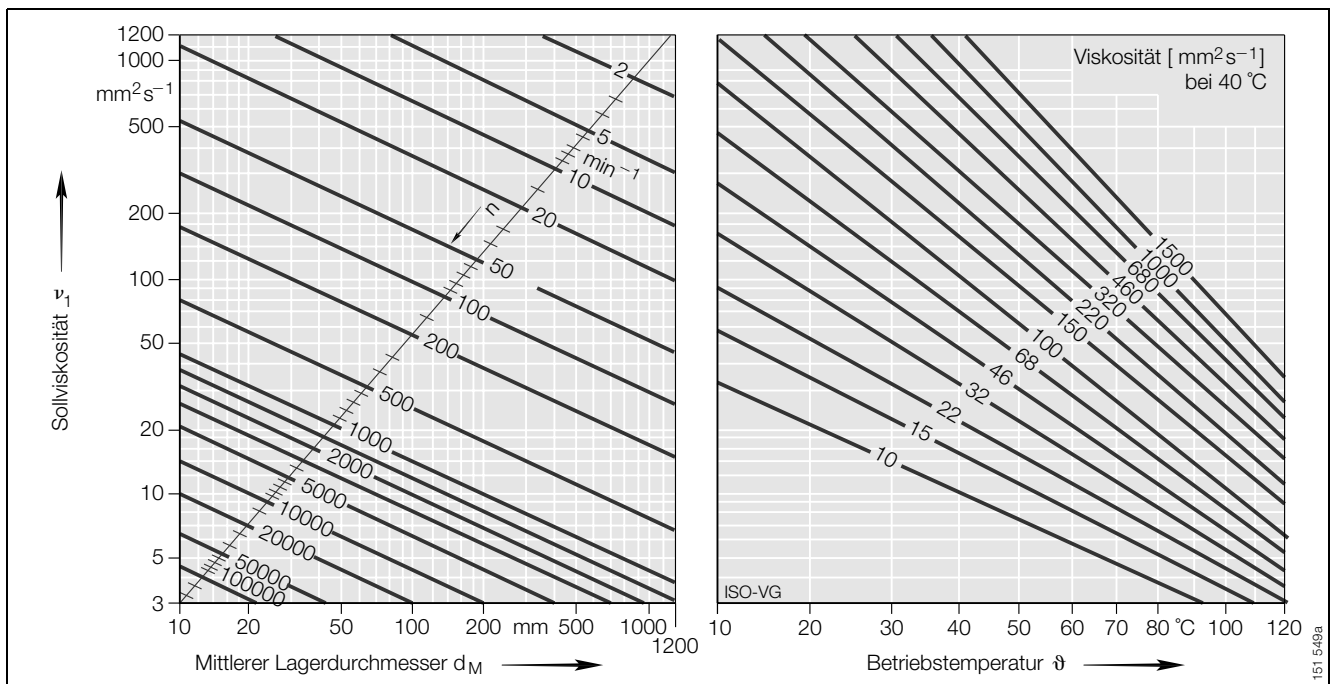

Bild 6 · Sollviskosität ν_1 bestimmen
- mindestens die Sollviskosität ν_1 haben (Bild 6).
Sollviskosität ν_1 bestimmen (Bild 6)